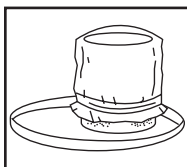

FIGURA 6
14. Deslice el anillo de montaje del filtro hasta que quede en posición contra los bordes del alojamiento de la tapa **FIGURA 6.** No use nunca la manga de hule-espuma sin el filtro reutilizable para aspiración de sólidos.